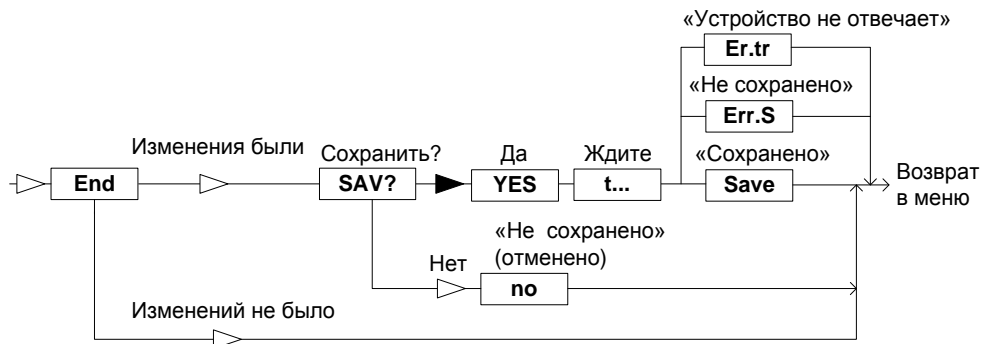

Рисунок 10
– кратковременными нажатиями на правую кнопку необходимо перейти к подпункту **End**. Если в раннее выбранных подпунктах меню были произведены изменения, то при кратковременном нажатии на правую кнопку на табло отобразится запрос (рисунок 10) – **SAV?** (сохранить?). Длительное нажатие на правую кнопку подтверждает выход с сохранением изменений, при этом на табло отобразится подтверждение сохранения – **YES**.